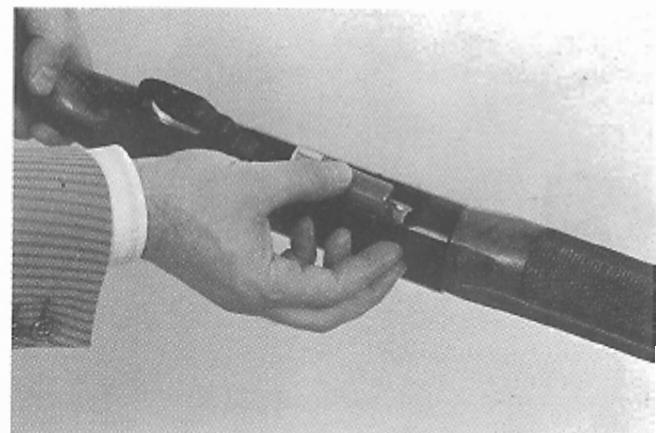

Fig. 21
- la cartuccia in serbatoio uscirà completamente dal fucile cadendo nella mano (fig. 21); occorre premere la leva fermo cartuccia ad ogni cartuccia che si vuol togliere dal serbatoio.
- the round in the magazine will fall out into your hand (fig. 21). The carrier latch must be pressed once for each round that needs to be extracted from the magazine.
**la cartouche dans le magasin sortira complètement du fusil en tombant dans la main (fig. 21); il faudra pousser le levier d'arrêt de cartouche à chaque cartouche que l'on voudra enlever du magasin.**